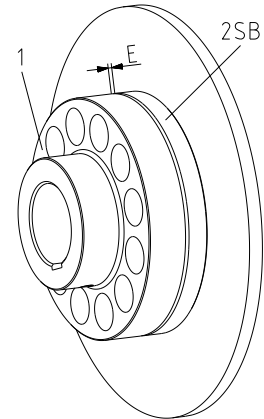

Bild 12
- Verschieben Sie die Aggregate in axiale Richtung, bis das E-Maß erreicht ist (siehe Bild 12).